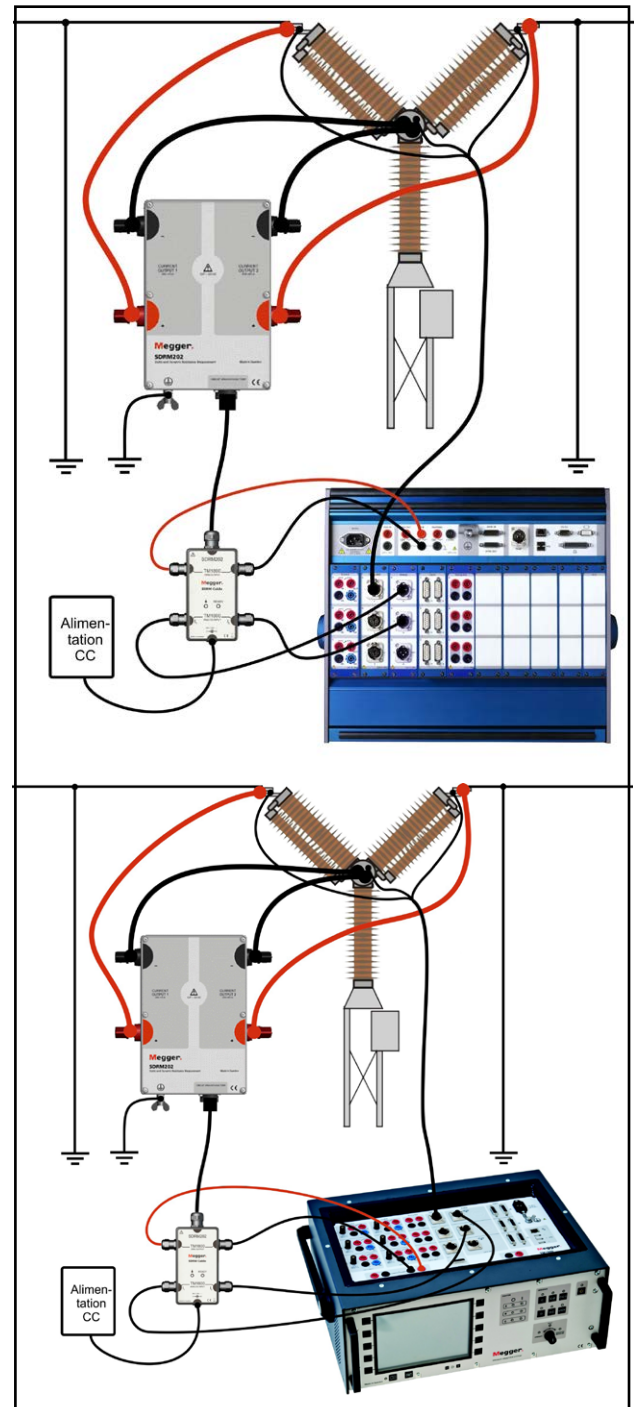

Fig. 4.2.1 La figure illustre le branchement avec SDRM202. Le SDRM201 est branché de la même manière mais avec un seul canal.
- 1] Raccordez le SDRM201/202 au disjoncteur selon la figure 4.2.1.